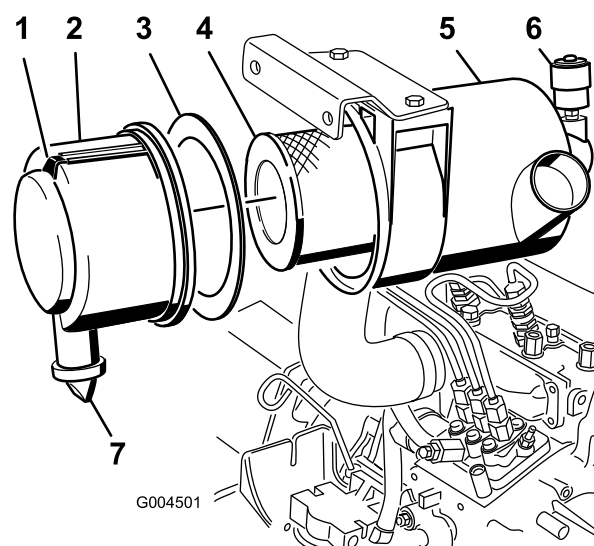

Рисунок 39
2. Произведите обслуживание фильтра воздухоочистителя, когда его индикатор (Рисунок 39) указывает на красный диапазон, или через каждые 400 часов работы (чаще при работе в условиях сильных загрязнений или запыленности.) Не допускайте слишком частого обслуживания воздушного фильтра.
1. Оттяните защелку наружу и поверните крышку воздухоочистителя против часовой стрелки (Рисунок 39).
2. Снимите крышку воздухоочистителя с его корпуса (Рисунок 39).
4. Снимите и замените фильтр грубой очистки (Рисунок 39).
6. Убедитесь, что прокладка из вспененного материала находится на своем месте в крышке, не разорвана и не повреждена (Рисунок 39).
- А. Снимите резиновый выпускной клапан с крышки (Рисунок 39).
10. Сбросьте индикатор (Рисунок 39), если он стал красным.